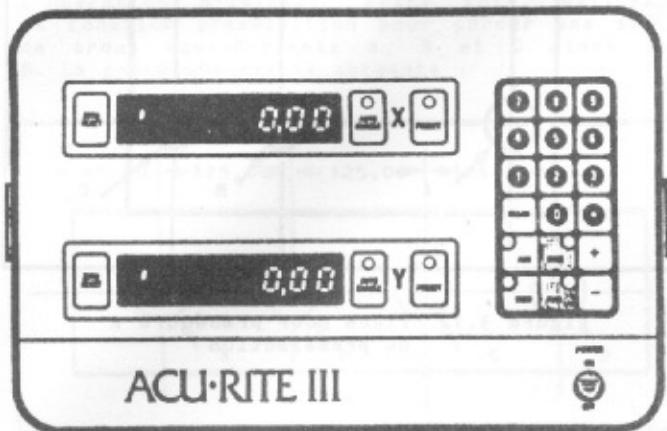

Figure 3.6 Position du compteur : témoin d'erreur
d) appuyer sur la touche INCR (voir Figure 3.6) La touche incrémentale va s'allumer, en mettant le compteur en mode incrémental. Le(s) témoin(s) d'erreur sera de nouveau allumé, indiquant que les circuits de détection de faute fonctionnent correctement en mode incrémental.
f) appuyer sur la touche MM ou INCH désirée (voir Figure 3.6) afin de s'assurer que les mesures seront faites et affichées dans l'unité correcte (mm ou pouces). La touche correspondante restera allumée.